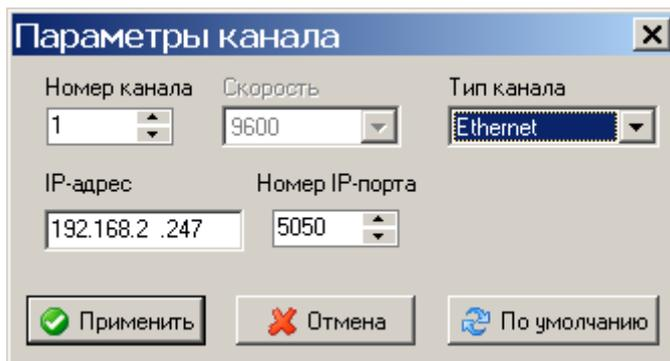

Рисунок 3.3
3.3.1.6 Для каналов *Ethernet* в окне *Параметры канала* (рисунок 3.3) необходимо задать номер канала, IP-адрес и номер IP-порта счетчика.